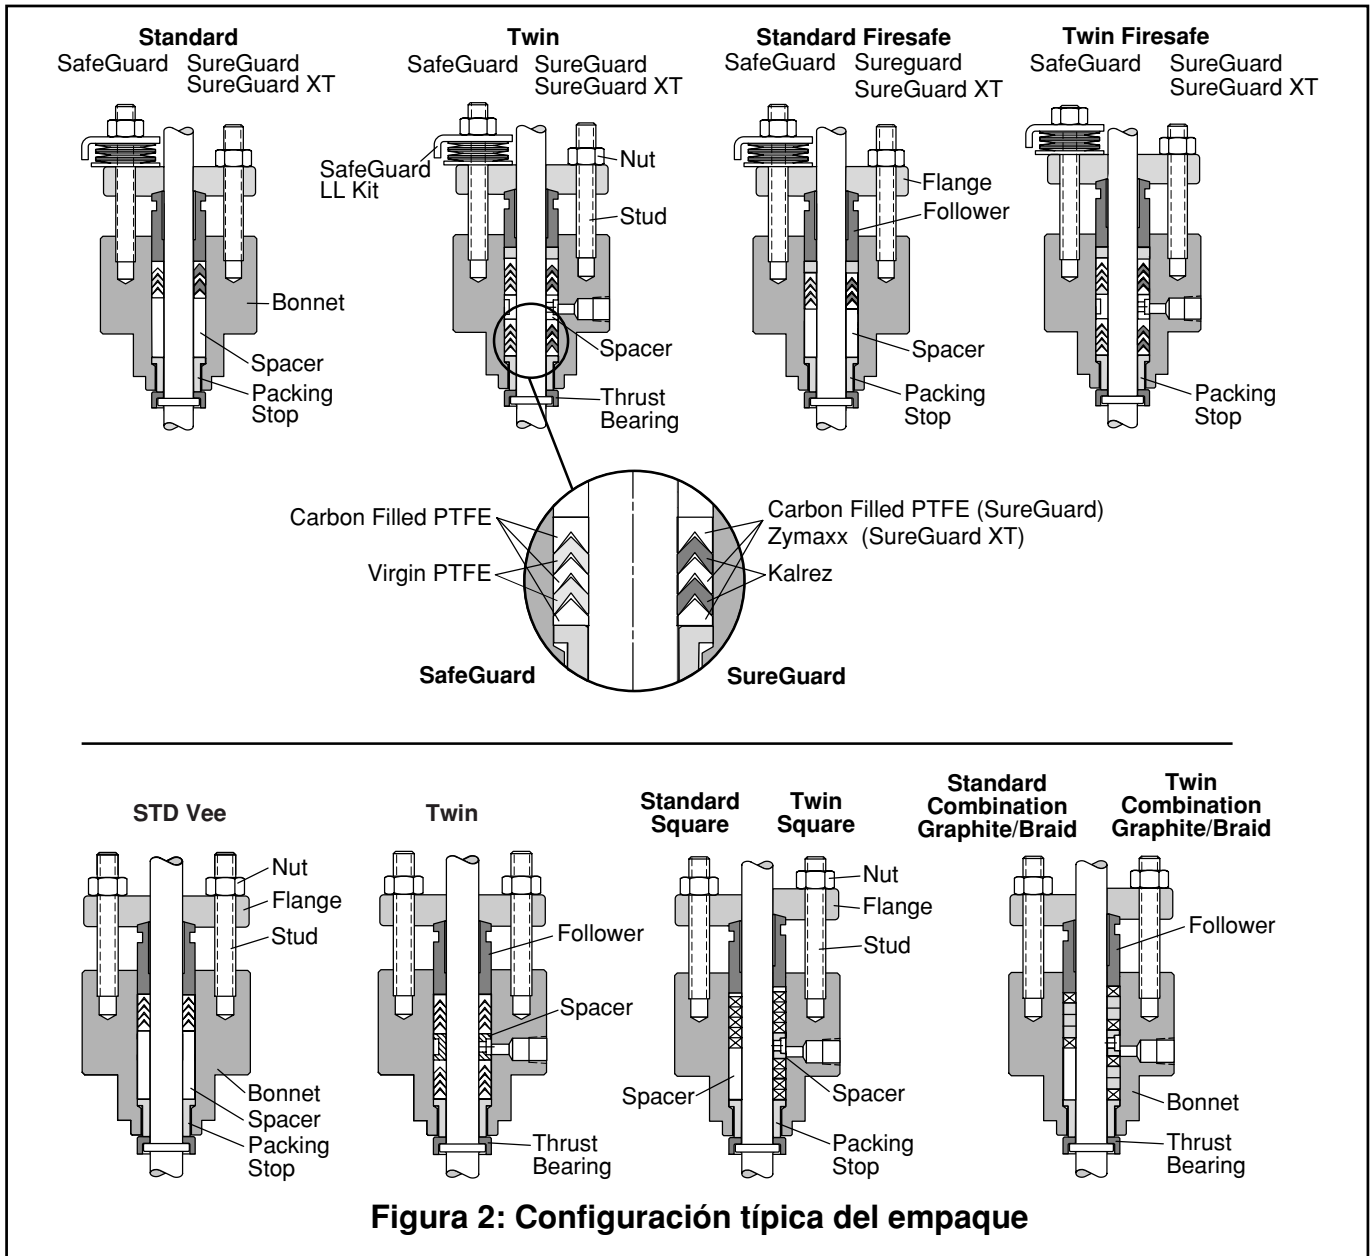

Figura 2: Configuración típica del empaque
11. Coloque el tope del empaque en la tapa, instale luego los espaciadores y el empaque según lo ilustrado en la Figura 2.